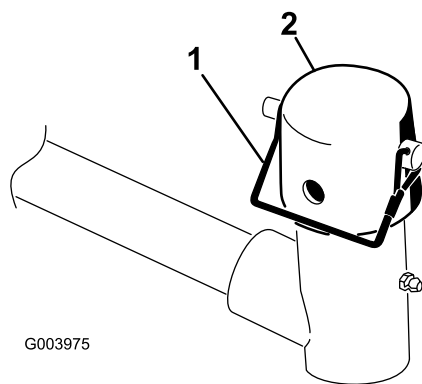

図 9
9. 昇降アームのピボットヨークからスナッパピンとキャップを外す 図 9。
注 カッティングユニットをステアリングモードで使う場合はスロットを使い、固定モードで使用する場合には、穴を使う 図 9。